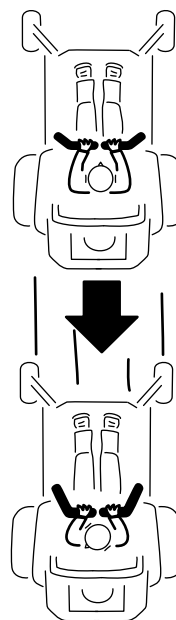

Figure 24
2. Pour vous déplacer en marche arrière, vérifiez que la voie est libre derrière la machine et tirez doucement les leviers en arrière (Figure 24).